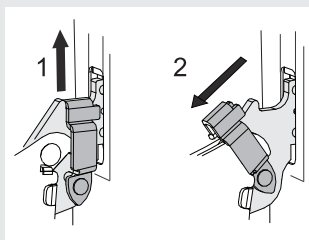

рис. 2
- При плавном закрывании дверцы приподнимите фиксаторы и потяните на себя. (рис. 2).